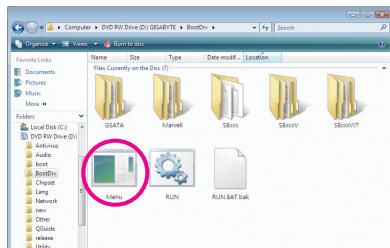
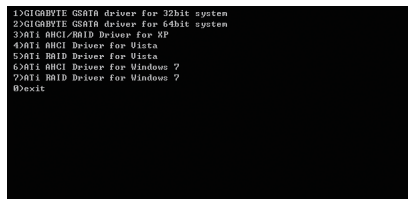

図 2
図 3
- 2: 光学ドライブフォルダから、**BootDrv**フォルダの **Menu.exe**ファイルをダブルクリックします (図2)。図3のようなコマンドプロンプトウィンドウが開きます。
- 3: 空のフォーマット済みディスクを挿入します。メニューから対応する文字を押すことでコントローラドライバを選択し、<Enter>を押します。例えば、Windows XP オペレーティングシステムの場合図3のメニューから **3) ATi AHCI/RAID Driver for XP**を選択します。